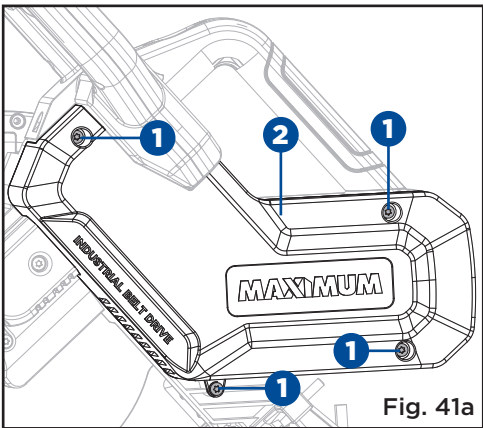

Fig. 41a
**RETRAIT ET REMPLACEMENT DE LA COURROIE (FIG. 41a-41b)**
- Desserrez et retirez les quatre vis (1) du cache-courroie à l'aide de la clé mâle T25 (non fournie).
- Retirez le cache-courroie (2). (Fig. 41a)